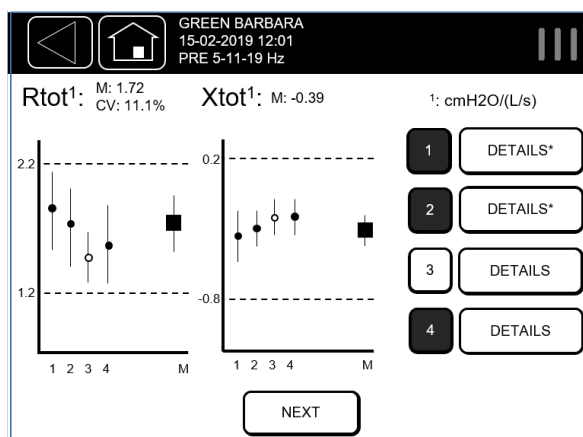

Figura 51 - Esempio di risultati di una sessione
L'esempio in Figura 51 mostra i risultati di una sessione di misura FOT con quattro misure. La parte superiore dello schermo mostra la media (M) e il coefficiente di variazione (CV) intra-test dei parametri R_{tot} e X_{tot} relativi alle misure selezionate. La media di R_{tot} e X_{tot} è rappresentata graficamente dai quadrati pieni. Nello stesso grafico i cerchi pieni rappresentano le misure selezionate, e le barre la relativa deviazione standard intra-test. L'area delimitata dalle linee tratteggiate rappresenta la variabilità fra test, definita come il maggiore fra il 15% della media (di R_{tot} o X_{tot}) e $0.5 \text{ cmH}_2\text{O} \cdot \text{s} \cdot \text{L}^{-1}$. E' possibile selezionare o deselectare una misura premendo il tasto corrispondente al suo numero sulla destra dello schermo. Le medie, il CV e l'area di variabilità nei grafici si aggiorneranno di conseguenza.